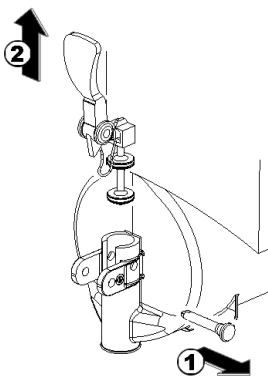

figure 11
5 Démontez le robinet selon la séquence indiquée (voir figure 11).
- 3 Remonter le robinet sur le réservoir en suivant la séquence effectuée pour le démontage en sens inverse (voir figure 11).